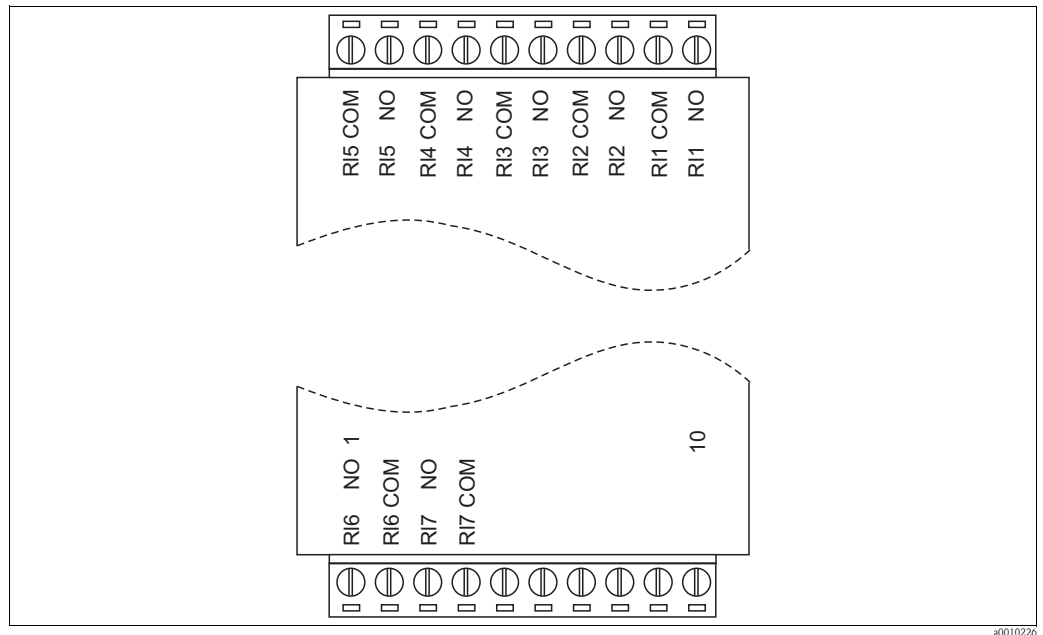

Fig. 14 : Raccordement du module relais
3. Raccordez les câbles de raccordement au module relais (v. fig. 14).